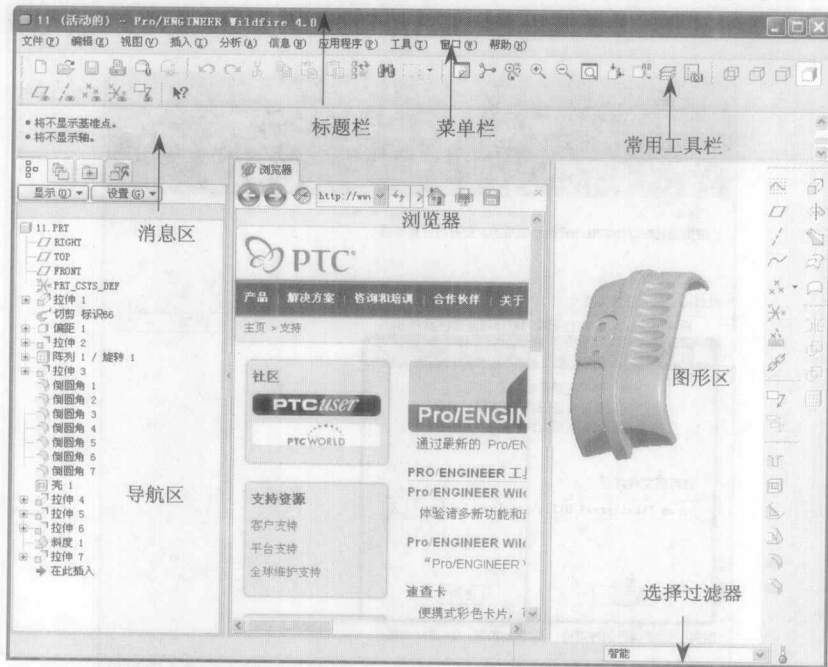

图 1-4 Pro/E4.0 的工作界面
方法 2: 在 Windows 系统界面单击【开始】→【PTC】→【proewildfire】→【proewildfire】进入 Pro/E4.0 欢迎界面，然后进入 Pro/E4.0 的工作界面，如图 1-4 所示。它包括视窗标题栏、导航区、菜单栏、常用工具栏、图形区、消息区等。
① **标题栏** 标题栏的主要作用是显示当前使用的模块、打开文件的路径及文件名称，如图 1-4 所示。该菜单可以用于控制 Pro/E4.0 的关闭、移动、最大化、最小化和还原。
② **菜单栏** 菜单栏包含用户进行设计的各种命令，如图 1-4 所示。
③ **图形区** Pro/E 各种模型图像的显示区,用户可以直观地在图形区中观察所创建模型的外形。配合放大、缩小、旋转及隐藏工具,用户可以自由地观察三维实体模型。